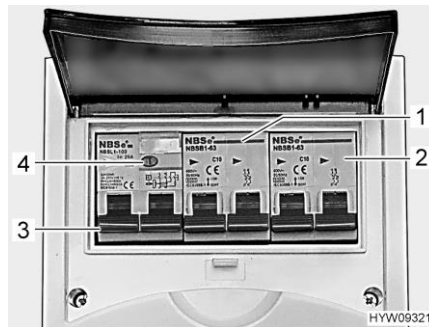

Fig. 160 Disjoncteur de protection de circuit et disjoncteur FI (coffret de fusibles 230 V)
Un disjoncteur différentiel (disjoncteur FI) (Fig. 160,3) dans le coffret de fusibles protège tout le véhicule contre le courant différentiel (30 mA).
Le disjoncteur de protection de circuit connecté en aval (10 A) (Fig. 160,1) protège les prises de courant de 230 V, le bloc électrique, le chargeur supplémentaire et le réfrigérateur.
Sur les véhicules possédant un équipement particulier tel que la climatisation dans le toit, un disjoncteur de protection de circuit supplémentaire (16 A) (Fig. 160,2) protège l'appareil.
- Lorsque le véhicule est raccordé à l'alimentation 230 V, appuyer sur la touche de contrôle (Fig. 160,4). Le disjoncteur différentiel (FI) doit se déclencher.